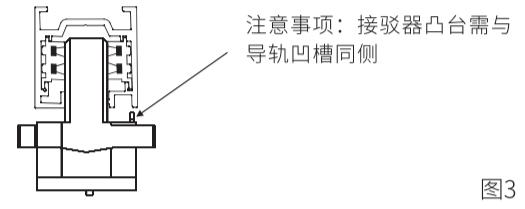

图3
- 将接驳器侧面凸起筋条对准导轨上相应凹槽, 然后将接驳器推入导轨槽内 (图3);